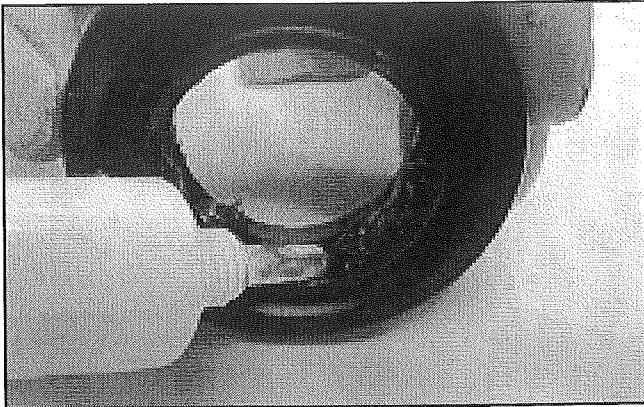

FIGURA 17
29. Coloque el sello para tina y la grasa. Aplique grasa en ambas cavidades dentro del labio del sello para tina. Vea la *Figura 17*.